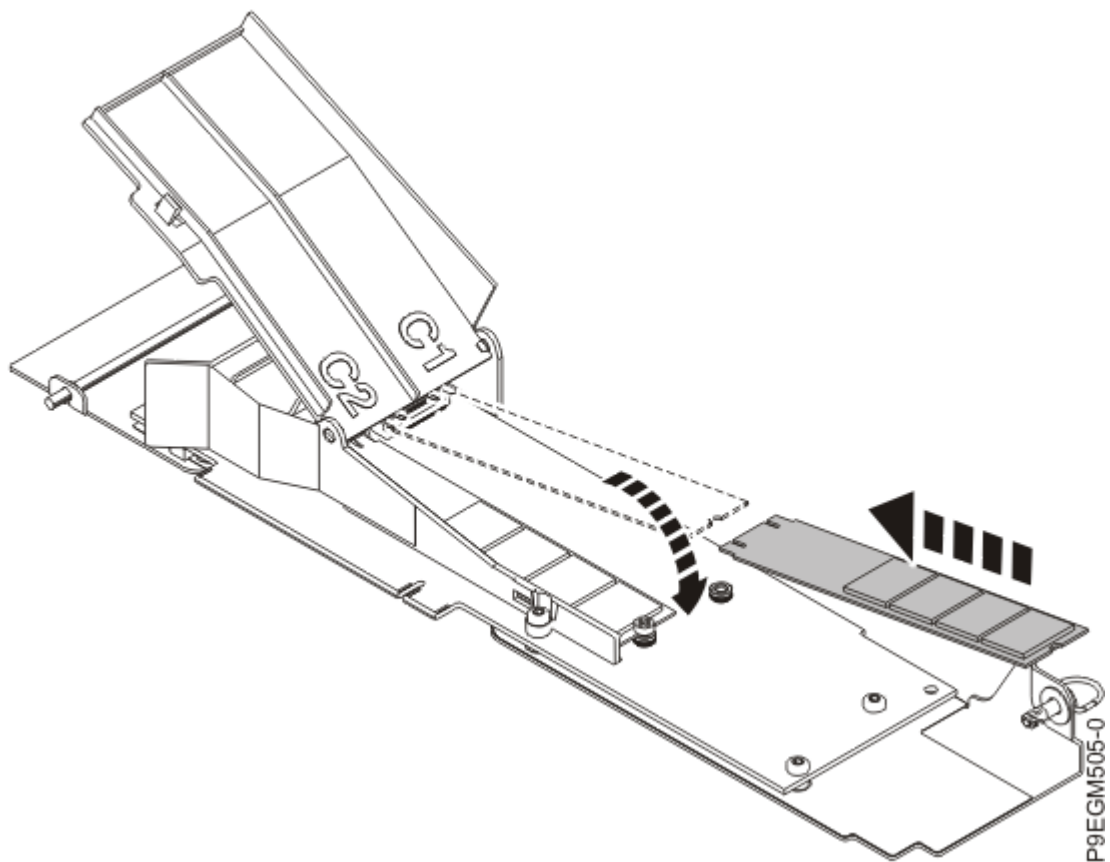

Figura 20. Instalación de un módulo flash NVMe M.2
2. Deslice uno de los nuevos módulos flash NVMe M.2 en el zócalo de la tarjeta portadora NVMe M.2. Consulte la Figura 20 en la página 26.